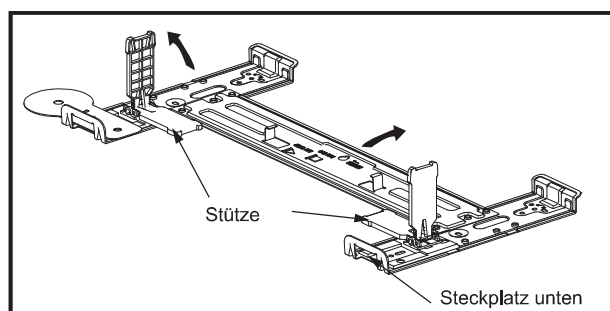
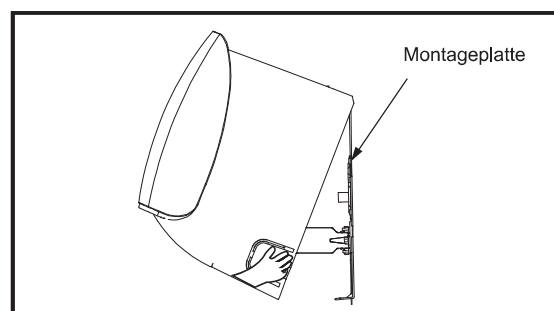

Abb. 10
Abb. 11
- Öffnen die beiden Stützen an der Wandbefestigungsplatte auf 90 Grad, wie in Abb.10 gezeigt, und bewegen Sie das Gerät Schritt für Schritt, um die beste Position zu erreichen (Abb. 11).